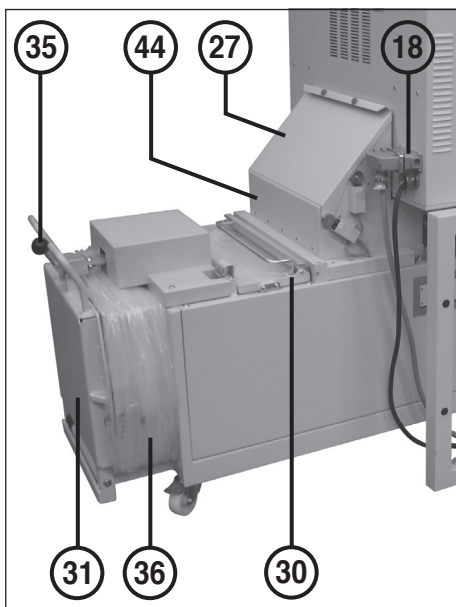

Abb. 2
Wenn der Raum innerhalb des Trichters (44) (Abb. 2) wegen eines Rückstaus in der Einfüllöffnung des Verdichters vollständig mit Schnittgut gefüllt ist schaltet die Anlage durch die angehobene Abdeckklappe (27) ab (Abb. 2). Die Kontroll-Anzeige (13) „Rückstau Auslauf“ **blinkt**.
- a)** der Hauptschalter (1) eingeschaltet,
- b)** der Verriegelungsschalter (2) entriegelt,
- c)** die Not-Aus-Leiste (14) herausgezogen ist und
d) der Betätiger der Endschalerverriegelung (19) im Endschalter am Verdichter eingesteckt ist (Abb. 2).